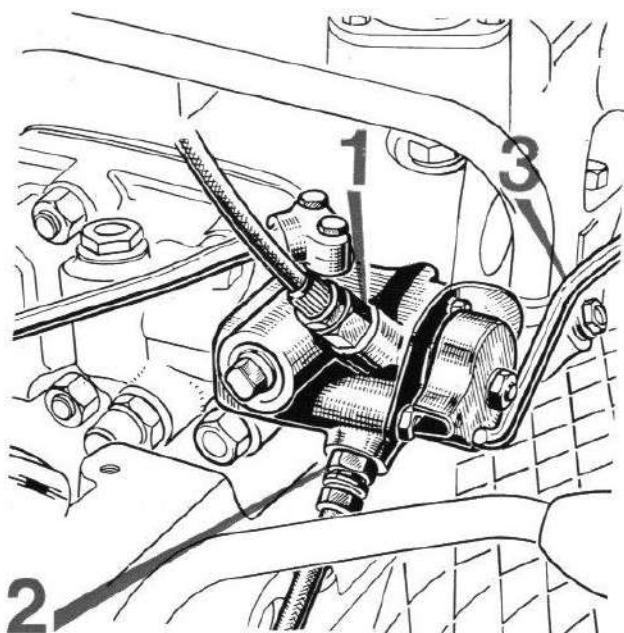

FIG. 66
a) branchement simple effet (fig. 66) :